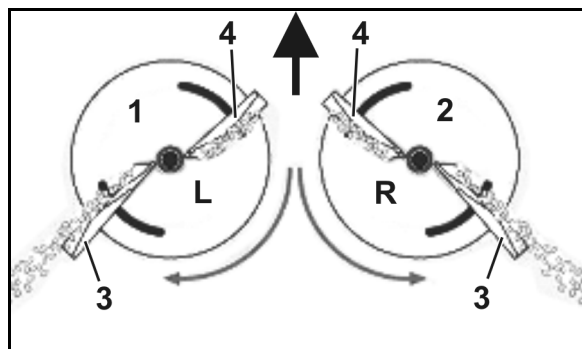

Рис. 27
- левый распределяющий диск (Рис. 27/1) с маркировкой **L**.
- правый распределяющий диск (Рис. 27/2) с маркировкой **R**.
- Длинная (Рис. 27/3) - шкала настройки со значениями от **30** до **50**.
- Короткая (Рис. 27/4) – шкала настройки со значениями от **0** до **20**.